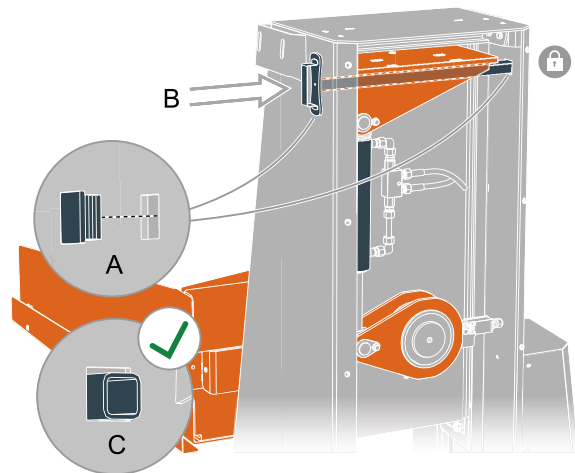

Bild 13 Sperrung des Hubtisches in der Serviceposition
2. Entfernen Sie die Kunststoffdübel, welche die Löcher an den Seiten des Masts abdecken, siehe Abbildung 13.
4. Montieren Sie die Kunststoffdübel, welche die Löcher an den Seiten des Masts abdecken, siehe Abbildung 13.